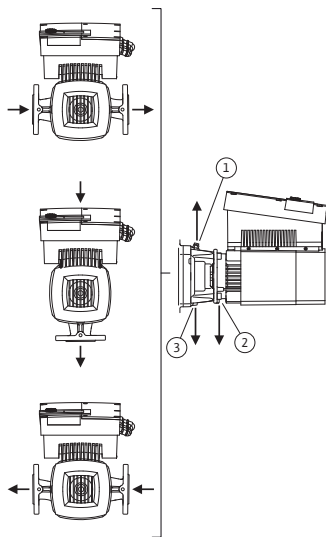

Fig. 23: Sallitut asennusasennot, vaakasuuntainen moottoriakseli
Sallitut asennusasennot, kun moottoriakseli on vaakatasossa ja elektroniikkamoduuli ylöspäin (0°), on esitetty kuvassa Fig. 23. Esitettynä ei ole sallittuja asennusasentoja sivuttain asennetulla elektroniikkamoduulilla ($\pm 90^\circ$). Kaikki muut asennusasennot paitsi "elektroniikkamoduuli alaspäin" (-180°) ovat sallittuja. Pumpun ilmaus on varmaa vain silloin, kun ilmausventtiili osoittaa ylöspäin (Fig. 23, pos. 1). Vain tässä asennossa (0°) voidaan syntyvä kondenssivesi johtaa tehokkaasti pois porattujen aukkojen, tiivistelaipan (Fig. 23, pos. 3) ja moottorin (Fig. 23, pos. 2) kautta. Irrota sitä varten moottorilaipan tulppa (Fig. 7, pos. 7a).
- Kun moottoriakseli on vaakasuorassa, kondenssivesiaukon pitää olla alaspäin (Fig. 23, pos. 2). Tarpeen vaatiessa moottoria pitää kiertää.